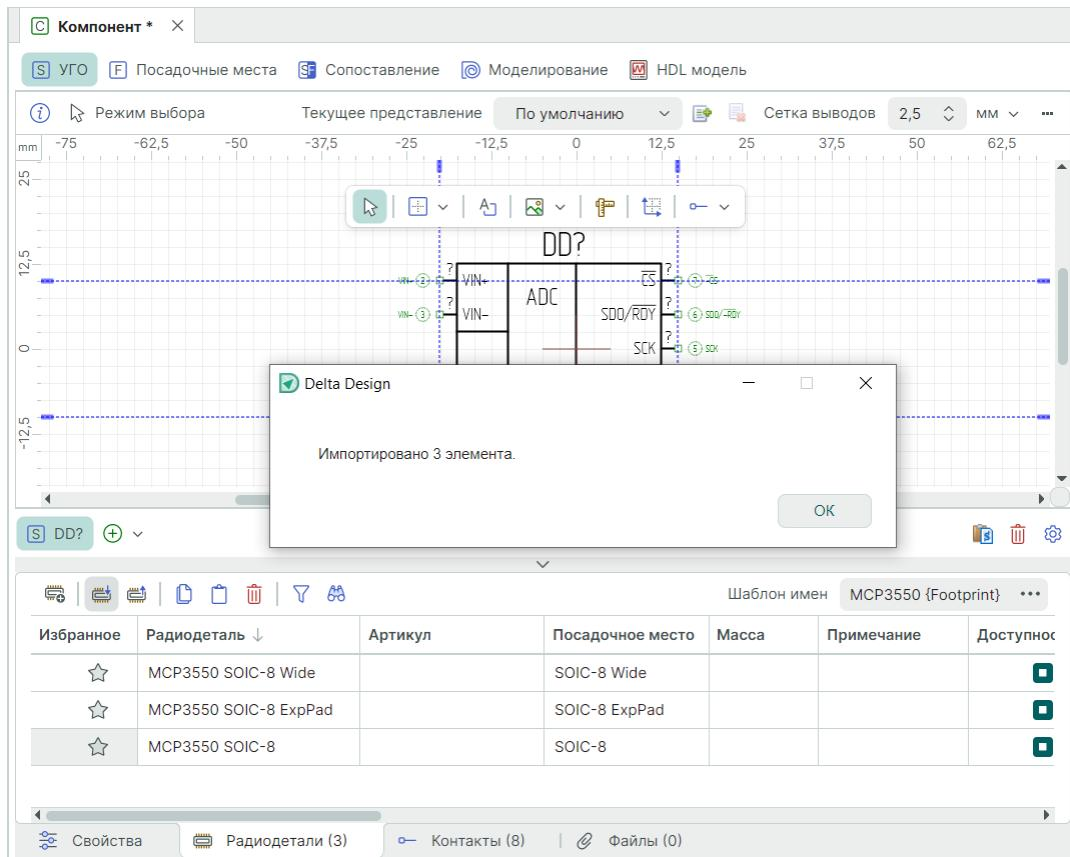

Рис. 309 Результат импорта данных радиодеталей
- В таблице вкладки «Радиодетали» редактора компонентов отображаются добавленные строки импортированных радиодеталей, см. Рис. 309.